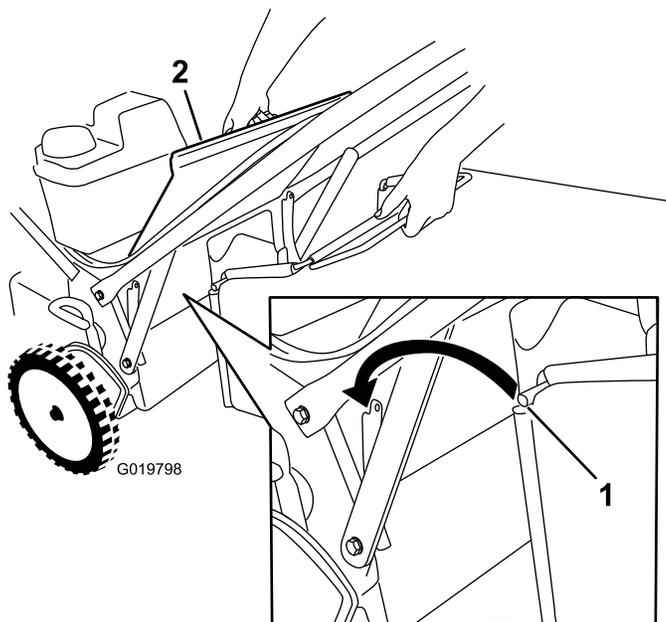

Figure 19
1. Soulevez le déflecteur arrière et gardez-le dans cette position (Figure 19)
3. Placez la tige du bac dans les crans à la base du guidon et agitez le bac d'avant en arrière pour vous assurer que la tige est bien engagée au fond des deux crans ; voir Figure 19.